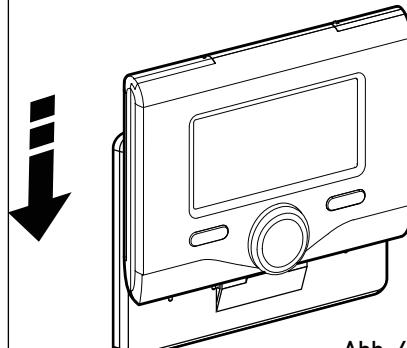

Abb. 4
- setzen Sie die Systemschnittstelle auf die Halterung und drücken Sie sie nach unten [Abb. 4].